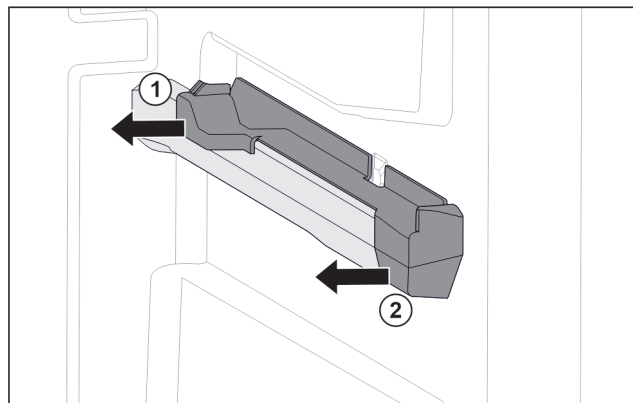

Fig. 33 Påsettsingsdel på høyre beholderribbe
- Trekk av påsettsingsdel bak til siden. Fig. 33 (1)
- Trekk av påsettsingsdel foran til siden. Fig. 33 (2)